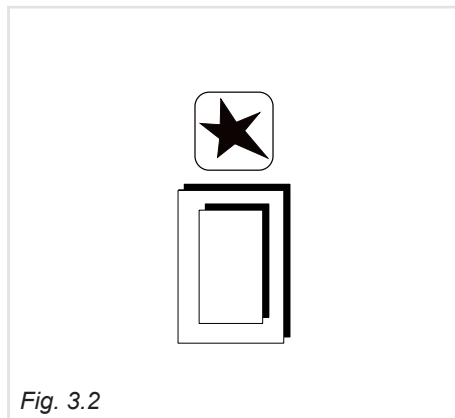

Fig. 3.2
2. Avvicinare una fiamma al bruciatore. Nei modelli provvisti di accensione elettrica premere il pulsante di accensione (fig. 3.2).